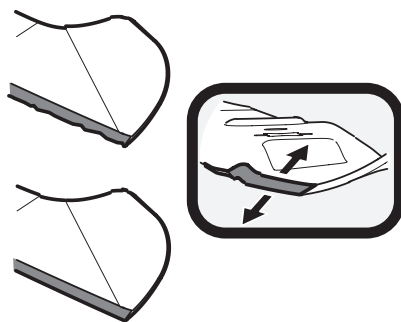

Figure 33
1. Pour aiguiser correctement les lames de coupe, aiguissez les deux tranchants des lames de façon égale, parallèlement à la voile, à un angle de 25° à 30°. Aiguissez toujours chaque lame de coupe de façon égale pour assurer l'équilibre des lames. Voir Figure 33.